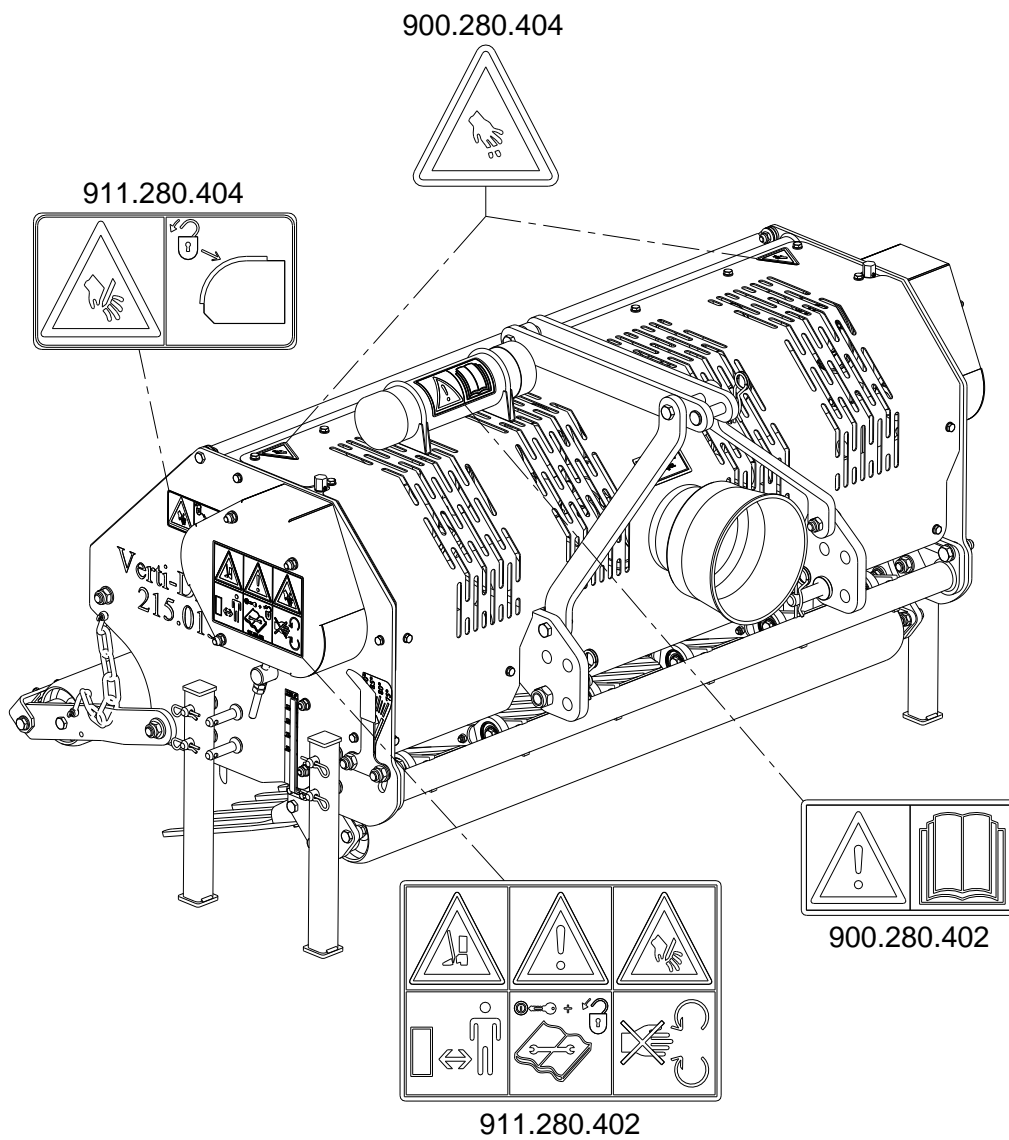

Fig. 7
(7) Colocación de pegatinas de seguridad. (Fig. 7)